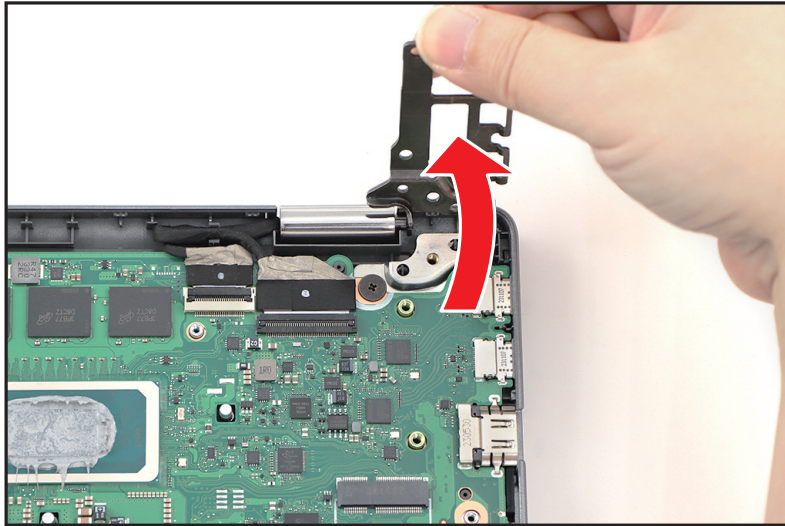

Figure 1-30. Retrait de la carte mère
2. Soulevez la charnière LCD jusqu'à ce qu'elle soit complètement étendue (Figure 1-30).